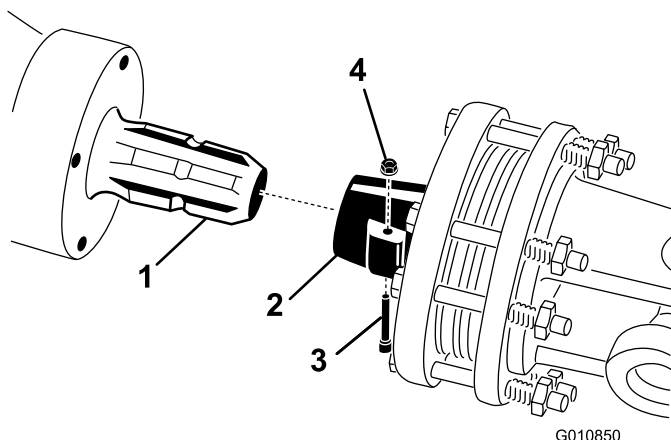

Figura 19
1. Retire el pasador y la tuerca del árbol de la TDF (Figura 19).
2. Conecte el extremo del embrague del árbol de la TDF al eje primario de la caja de engranajes del aireador con el pasador y la tuerca que retiró anteriormente (Figura 19). El pasador sólo puede introducirse en un sentido.